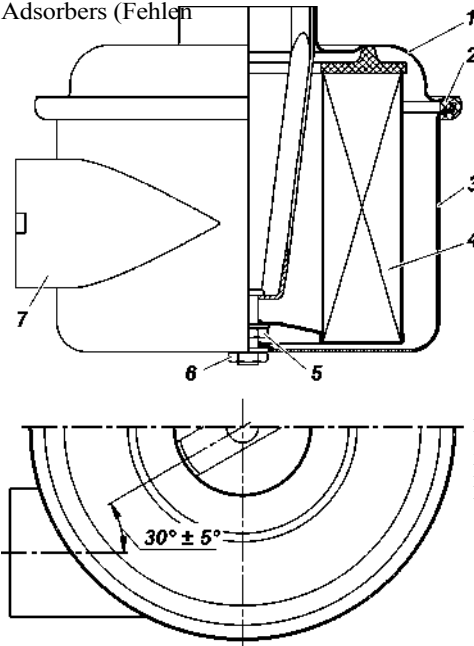

Abb. 9.9. Kraftstofffilter:
- Lösen Sie die Schraube 6 (Abb. 9.9) und nehmen Sie den Einsatz 1 mit dem Filterelement 4 aus dem Filtergehäuse heraus;
- Setzen Sie das neue Filterelement ein, bauen Sie den Luftfilter zusammen und richten Sie dabei den Halter relativ zum Gehäuse ausrichtet, wie in Abb. 9.9 dargestellt;